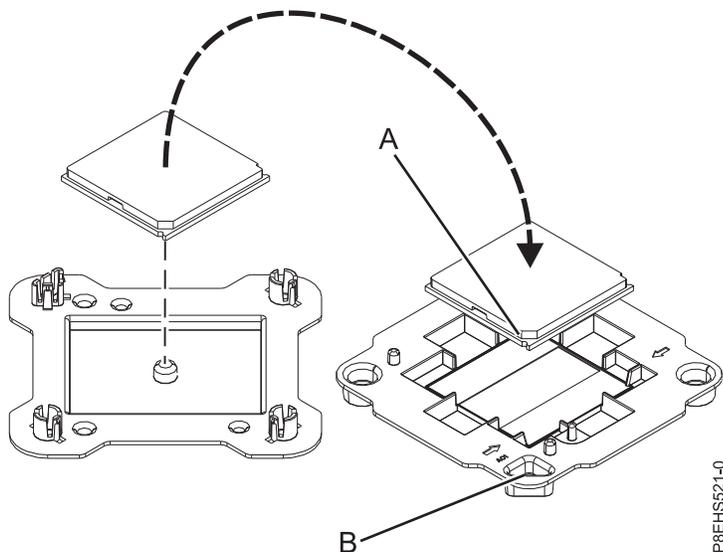

Figura 112. Colocando o módulo de processador do sistema na embalagem
13. Pressione levemente o módulo de processador do sistema substituído pelas bordas e levante-o para fora da tampa da embalagem. Alinhe a aresta biselada do módulo (A) ao canto do pacote com triângulo (B) e coloque-o no pacote, conforme mostrado em Figura 112. Feche a tampa da embalagem.